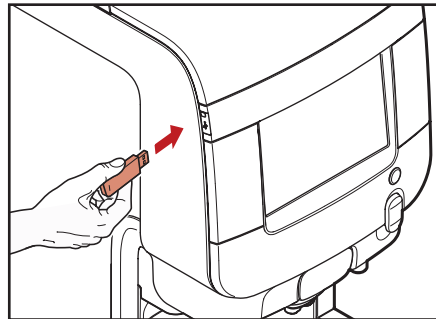

Abb. 6.1- Einsetzen des USB-Betreiber-Schlüssels
- Setzen Sie den USB-Betreiber-Schlüssel ein (Abb. 6.1).